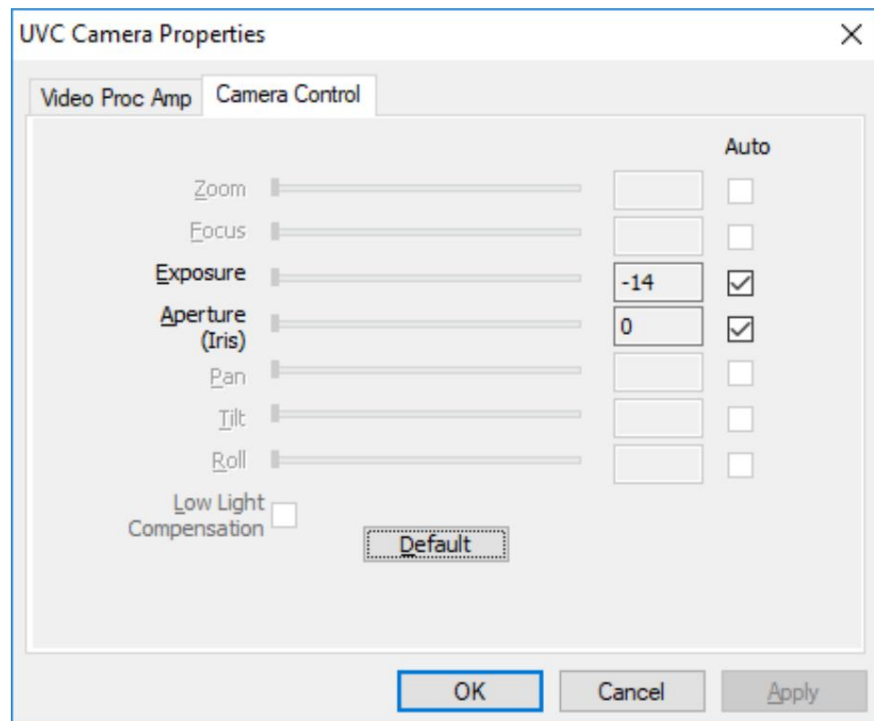

Figura 5-57 Control de cámara en Propiedades
- (3) Configuración:  Configurar las propiedades del video, los usuarios pueden ajustar el parámetro para la vista previa Vídeo. Consulte la figura 5-56, el parámetro para configurar las propiedades del vídeo. La figura 5-57 es el parámetro para configurar el control de la cámara.